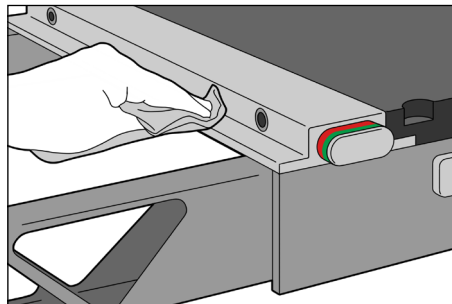

Fig. 2
2. Torka bort allt damm och smuts på spärrens utsida. (Fig. 2)